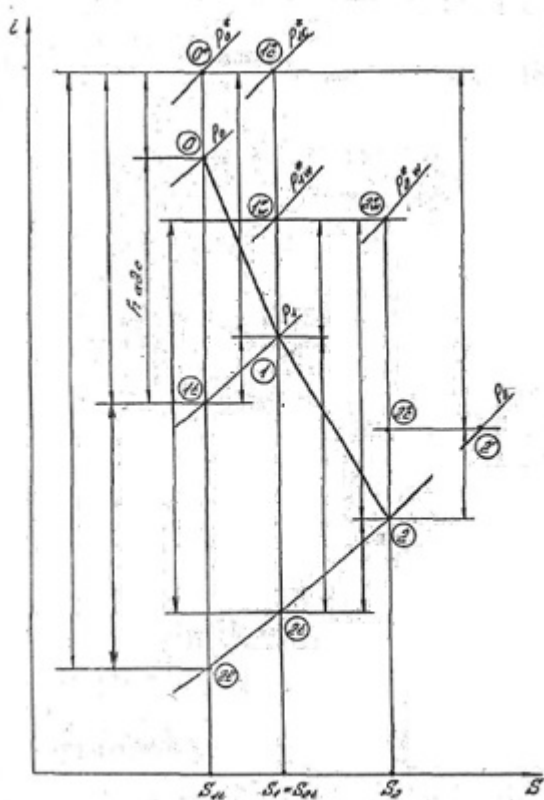

Рис. 1.
2. Изобразите на диаграмме характерные теплоперепады, потери, кинетические энергии (рис. 1).